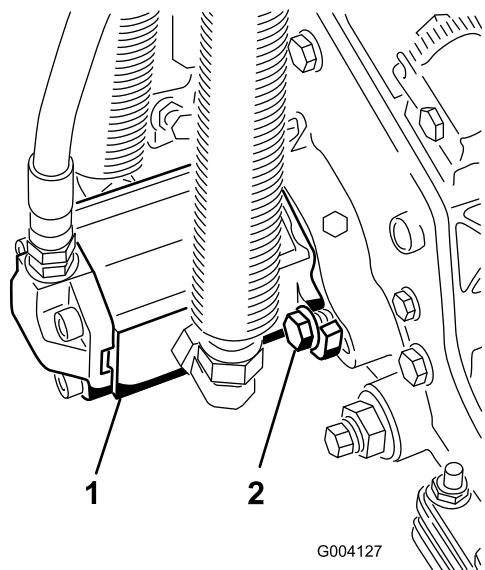

Figure 20
16. Montez le moteur en le tournant dans le sens horaire jusqu'à ce que les brides passent les boulons (Figure 20). Tournez le moteur dans le sens antihoraire jusqu'à ce que les brides encerclent les boulons, puis serrez les boulons.